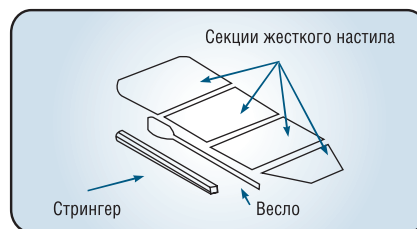

рис. 6
7. Установите стрингер. Повторите процедуру с другой стороны лодки (рис. 6).